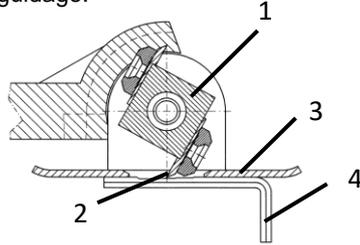

Fig. 7 : Réglage des copeaux
- > Remplacez le copeau (2 – Fig. 7) si nécessaire.
- > Tournez le cylindre (1 – Fig. 7) de manière à ce que le copeau dépasse au maximum à travers la plaque de guidage (3 – Fig. 7).
- > Placez la clé Allen (4 – Fig. 7) sur la plaque de guidage de sorte que l'encoche ayant la profondeur de coupe souhaitée se trouve sous la lame.